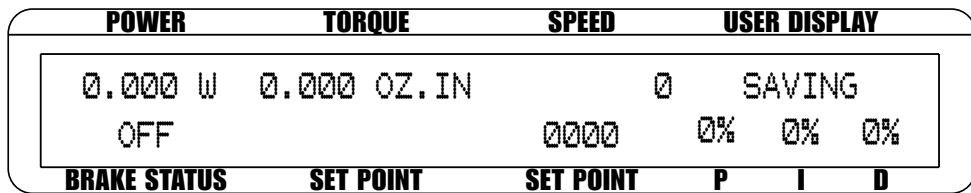

Figure 2–3 Menu des fonctions de sauvegarde
1. Appuyer deux fois de suite sur SHIFT. Le mot «SAVING» sera affiché, comme le montre la figure 2–3 Menu des fonctions de sauvegarde.